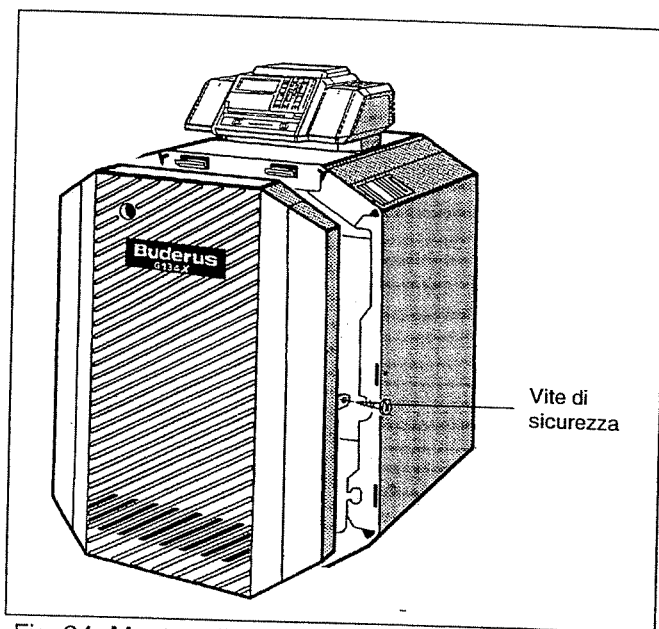

Fig. 34: Montare il pannello anteriore della caldaia
- Allentare di due giri il raccordo di misura del tubo di distribuzione del gas (Fig. 34).
- Avvitare le viti di sicurezza sinistra e destra nei pannelli laterali (Fig. 34).